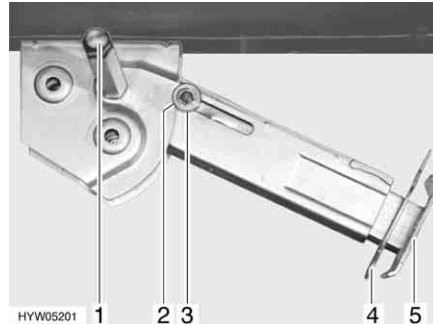

Bild 53 Hubstütze
- Am Sechskant (Bild 53,1) den Steckschlüssel aufstecken und drehen, bis die Hubstütze senkrecht nach unten steht.
- Splint (Bild 53,4) aus der Stützfußverlängerung (Bild 53,5) herausziehen.
- Am Sechskant (Bild 53,1) den Steckschlüssel aufstecken und drehen, bis die Hubstütze wieder vom Boden frei ist.
- Stützfußverlängerung (Bild 53,5) ganz einschieben und Splint (Bild 53,4) in die vorgesehene Bohrung an der Stützfußverlängerung stecken.
- Mit Steckschlüssel am Sechskant (Bild 53,1) drehen, bis Hubstütze nach oben geschwenkt und die Führungsscheibe (Bild 53,3) vollständig in die Kerbe (Bild 53,2) eingefahren ist.